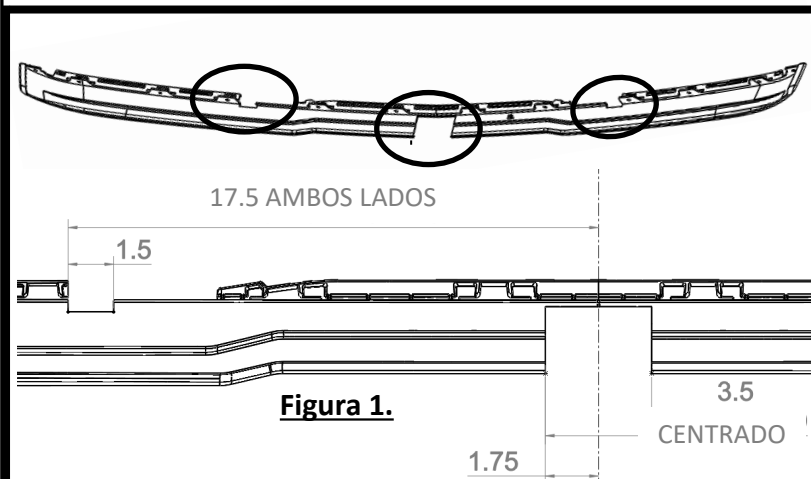

Figura 1.
- Quitar y recortar el retenedor de aire inferior:** Con un cubo de 7 mm, quitar varios fijadores del retenedor de aire inferior y quitarlo del vehículo. Localizar la línea central del retenedor de aire o pedir al cliente que marque el centro del retenedor de aire antes de retirarlo. Con una cinta de medir, un marcador y una navaja utilitaria o una amoladora, recortar el centro de 3.5" del retenedor de aire hasta la malla de refuerzo. Hacer (2) muescas de 1.5" como se muestra en la Figura 1 en las mallas de refuerzo. Luego, volver a instalar el retenedor de aire inferior con un cubo de 7 mm. **Ver la Figura 1.**
- 1. Quitar y recortar el retenedor de aire inferior:** Con un cubo de 7 mm, quitar varios fijadores del retenedor de aire inferior y quitarlo del vehículo. Localizar la línea central del vehículo. Con una cinta de medir, un marcador y una navaja utilitaria o una amoladora, recortar el centro de 3.5" del retenedor de aire hasta la malla de refuerzo. Hacer (2) muescas de 1.5" como se muestra en las mallas de refuerzo. Luego, volver a instalar el retenedor de aire inferior con un cubo de 7 mm. **Ver la Figura 1.**